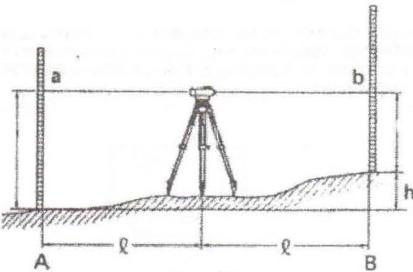

Рис. 6.1
- 1) Установите прибор приблизительно посередине между точками А и В (рис. 6.1). Дальномерные нити сетки нитей могут быть использованы для визуального контроля расстояний (см. раздел «6.3 Измерение расстояний по дальномерным нитям»).
- 4) Разность отсчетов $a - b$ является превышением точки В относительно точки А (рис. 6.1).